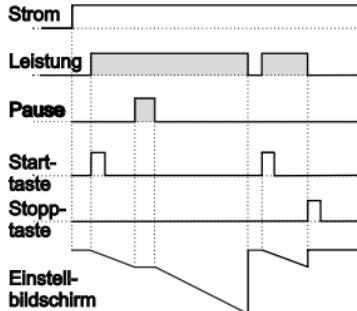

Abbildung 1.1
1.1.1 Wenn Abwärtszählen $\text{dEct} = 1$ und $\text{outF} \text{ b-n}$ ist, wird das Regelschema in Abbildung 1.1 gezeigt.